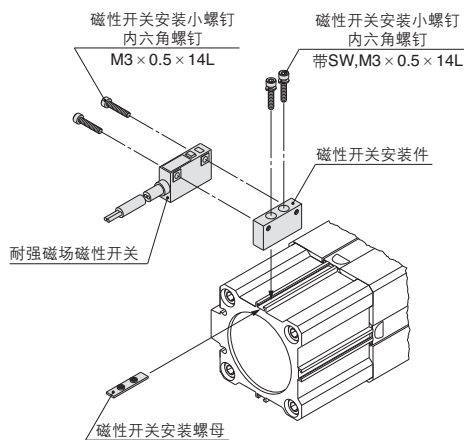
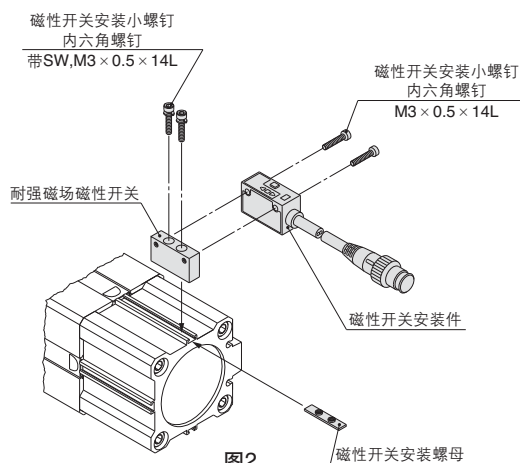

图1
图2
- ①在磁性开关安装件上，让磁性开关安装螺母从上面的通孔部，用磁性开关安装件安装小螺钉不会脱落那样的安装。
- ②把磁性开关安装螺母和磁性开关安装件的组件安装在导槽部上(螺母通过导槽部。)，大体设置在磁性开关安装位置。
- ③在磁性开关本体的通孔部上，让磁性开关安装小螺钉通过，把磁性开关预固定在磁性开关安装件上。
- ④确认检出位置后，拧入磁性开关安装件安装小螺钉及磁性开关安装小螺钉，固定磁性开关。(紧固力矩约为 $0.5\sim 0.7\text{N}\cdot\text{m}$ ，参见图1及图2)。
※仅D-P79WSE安装在磁性开关安装件时，有安装方向性。必须软质树脂模压面与磁性开关安装件连接进行装着。(参见图2)